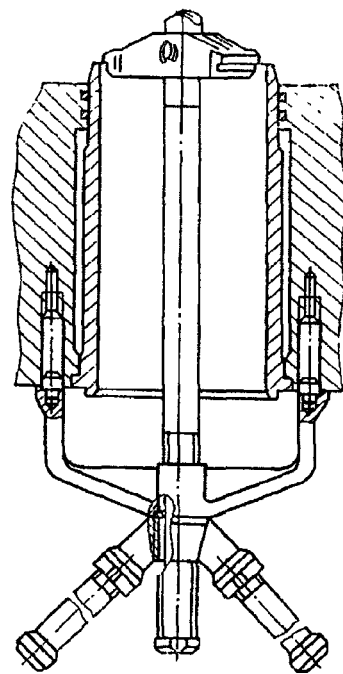
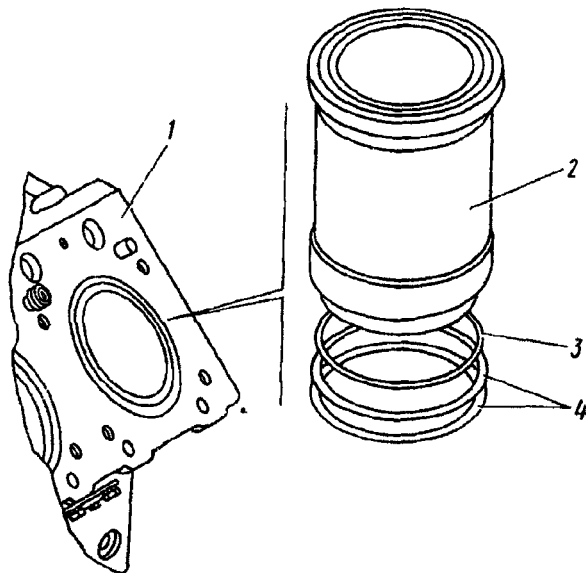

Рис. 38. Съемник И801.05.000 гильзы цилиндра
Рис. 39. Гильза цилиндра:
4. Съемником И801.05.000 (рис. 38) выньте из блока 1 (рис. 39) гильзы 2, верхнее 3 и нижние 4 уплотнительные кольца	Съемник